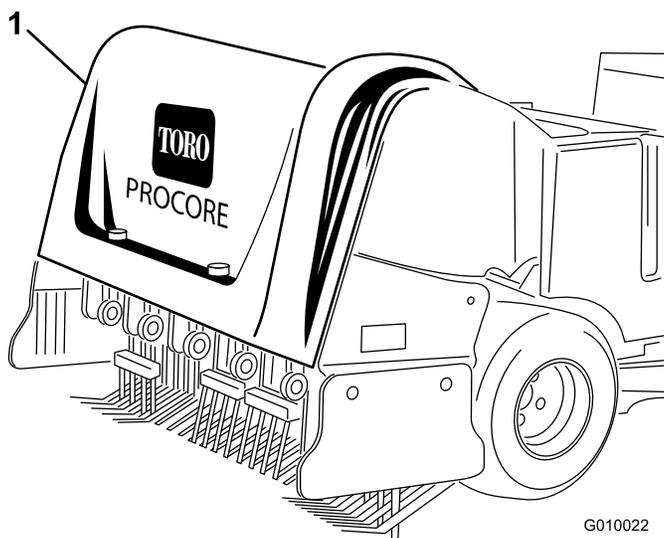
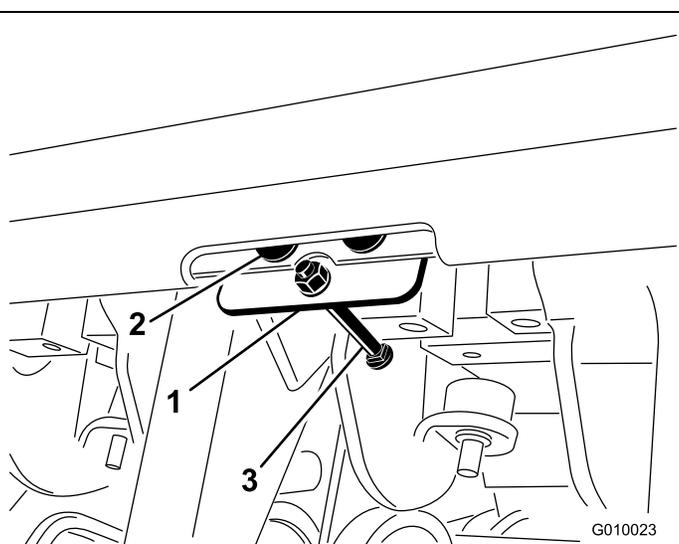

図 7
図 8
1. ポップ・リベット (3本) を使ってフード・プレートを後フードに固定する (図 7 と図 8)。
3. ボルトはフード・プレートを通して差し込む (図 8)。
4. ロックナット (#10) を使って、ボルトをフード・プレートに固定する (図 8)。